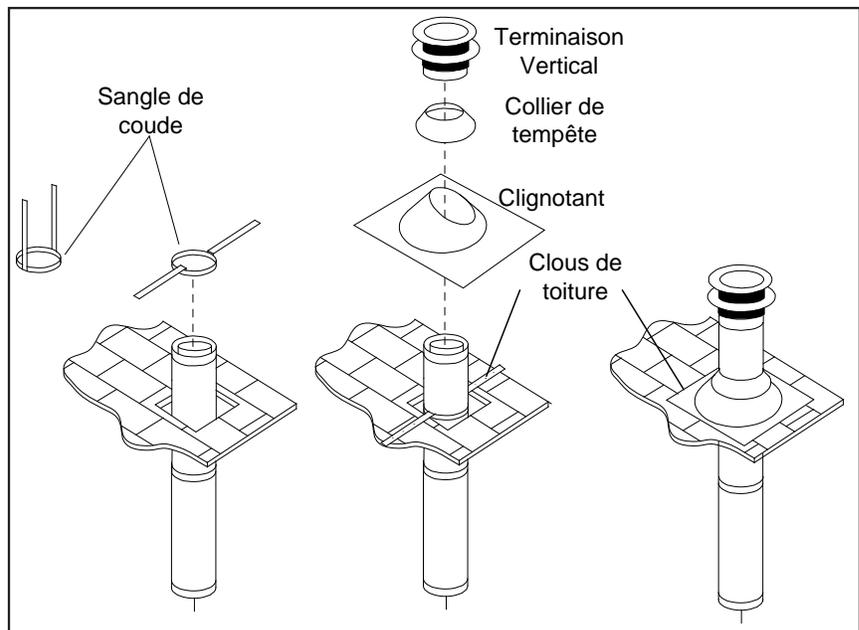

Figure 49. Terminaison de ventilation verticale
- Étape 6.** Une fois les sections de tuyau assemblées et passées par le trou dans le toit, glissez une sangle coudée sur les sections exposées, pliez les sangles de support vers l'extérieur et poussez la sangle coudée vers le bas jusqu'au niveau du toit, comme illustré à la figure 49. Serrez la pince autour de la section de tuyau. Utilisez un niveau pour vous assurer que le tuyau est bien vertical. Avec des clous de toiture, fixez les sangles de support au toit. Scellez les têtes des trous des clous avec du mastic non durcissant. Coupez la longueur excédentaire des sangles de support qui dépassent du bord du solin.
- Étape 9.** Faites glisser le collier de protection sur le tuyau et poussez-le vers le haut du solin de toit comme indiqué sur la figure 49. Utilisez le mastic non durcissant autour du joint entre le tuyau et le collier de protection.